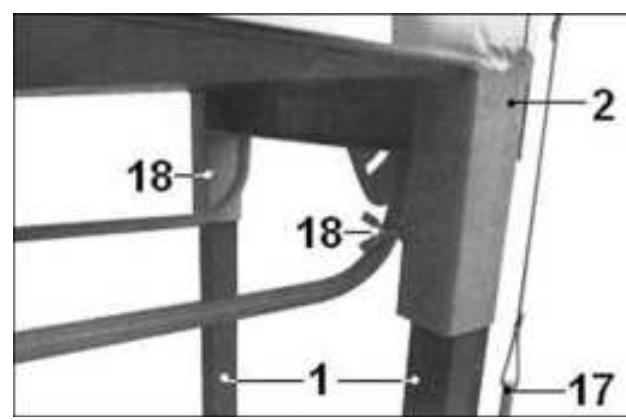

Рис. 4
9.1. Установка ножек (Рис. 4)
9.1.1. Вставьте ножки (1) до упора в специальные гнёзда основания (2). Зафиксируйте положение ножек (1) барабанчиками (18) и болтами крепления (19), как показано на Рис. 4.